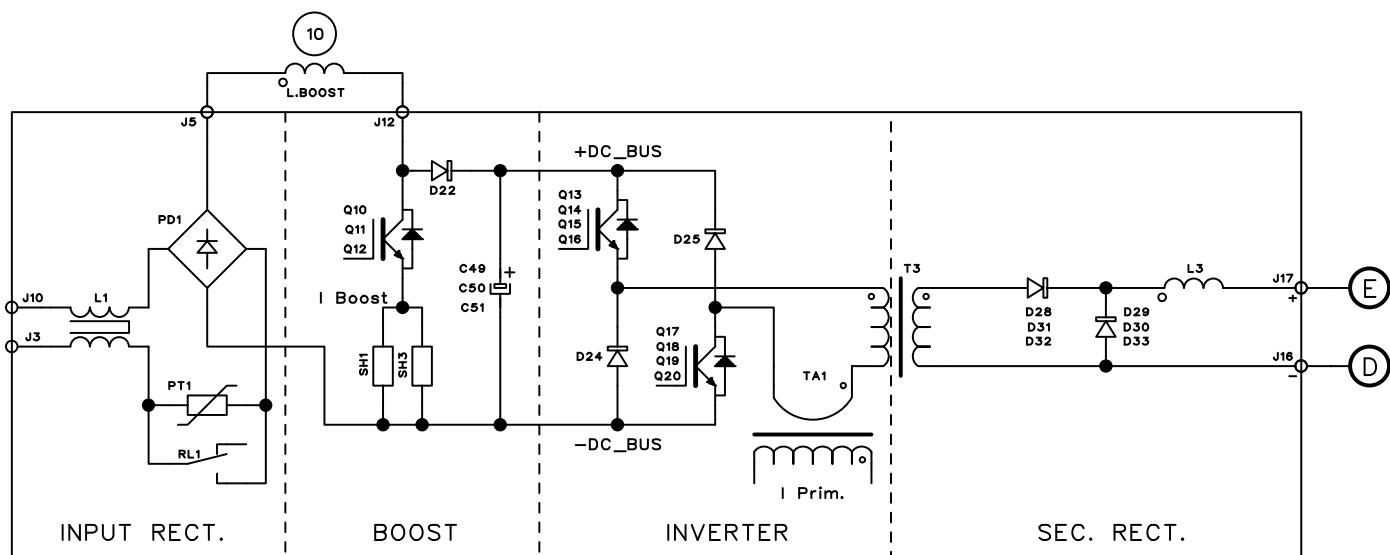

Fig. 2.3.1
Più precisamente nella scheda potenza (13) si possono identificare (Fig. 2.3.1):
- l'inverter ad igbt, che genera la tensione alternata ad onda quadra per il trasformatore di potenza T3, montato anch'esso sulla scheda potenza (13);